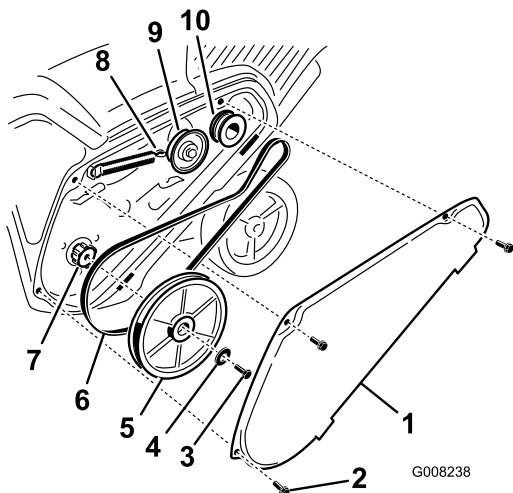

Figure 32
1. Enlevez le couvercle de la courroie d'entraînement après avoir retiré les 3 boulons comme montré à la Figure 32.
2. Décrochez le ressort de frein du bras de la poulie de tension pour détendre la courroie (Figure 32).
3. Enlevez la vis et la rondelle bombée qui retiennent la poulie de rotor (Figure 32).
4. Retirez la poulie de rotor et la courroie d'entraînement (Figure 32).
**Remarque:** Acheminez la courroie neuve autour de la poulie du moteur, puis de la poulie de tension, et enfin autour de la poulie de rotor desserrée, située juste au-dessus de l'arbre de rotor (Figure 32).
6. Montez la poulie de rotor sur l'arbre de rotor (Figure 32).
7. Montez la rondelle bombée et le boulon de fixation de la poulie de rotor, et serrez-les solidement (Figure 32).